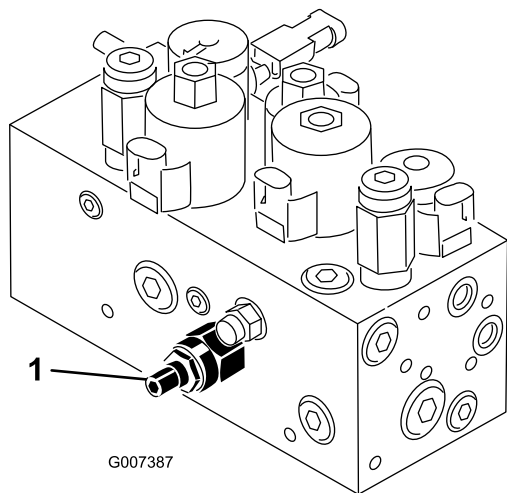

Figure 57
Le circuit de relevage/descente des plateaux de coupe de cette machine est muni d'un régulateur de débit (Figure 57). Celui-ci est ouvert en usine d'environ 3 tours. Cependant, un réglage est parfois nécessaire pour compenser les différences de températures de l'huile hydraulique, de vitesses de tonte, etc. Dans ce cas, procédez comme suit :
1. Soulevez le siège et trouvez le régulateur de débit du cadre de traction central (Figure 57) situé sur le côté du collecteur hydraulique.